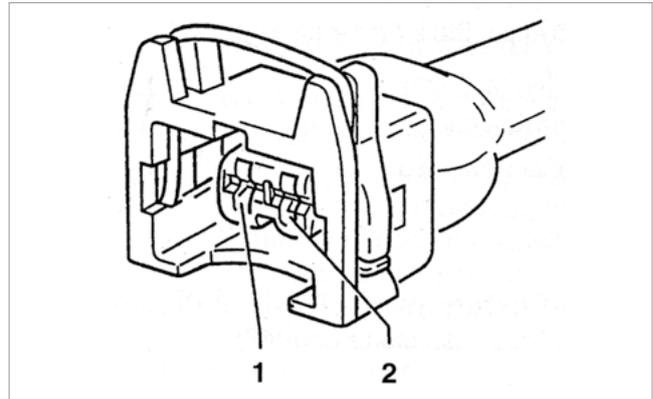

Fig. 5: Contatos 1 e 2 no transdutor de pressão
- Medir a tensão entre os contatos e a massa do motor (ver fig. 5). Um dos contatos deverá exibir a tensão da bateria.
- Uma vez que a ocupação de pinos do plugue é diferente no transdutor de pressão, tem de ser primeiro verificado em que contato a alimentação de tensão está aplicada (ver fig. 5).